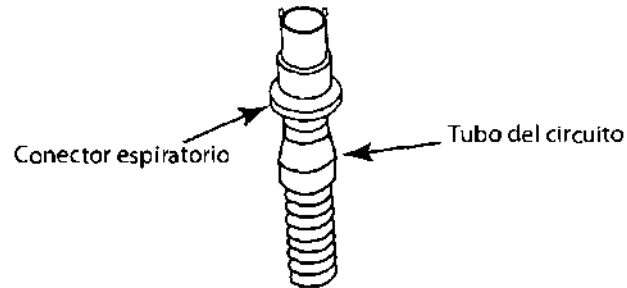

Figura 5-4 Conexión de un dispositivo espiratorio
- B. Si está utilizando una mascarilla con un dispositivo espiratorio independiente, conecte el extremo abierto del tubo del circuito al dispositivo espiratorio, tal como se muestra en la figura 5-4. Coloque el dispositivo espiratorio de manera que el aire no se expulse hacia la cara.